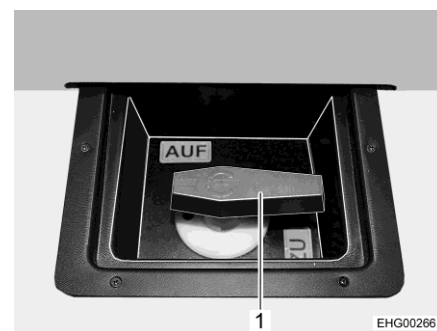

Bild 132 Manöverspak (avloppstank)
Avtappningskranen för avloppsvatten aktiveras med en manöverspak (Bild 132,1). Manöverspaken (Bild 132,1) för tömning av avloppsvattnet sitter i dubbelgolvet under en kåpa. Avloppsröret med anslutning för en avloppsslang återfinns under fordonet, på höger sida.
- Öppna avtappningskranen. Vrid för detta manöverspaken (Bild 132,1) till avtappningsventilen till läget "AUF" (öppen). Avloppsvattnet rinner ut.
- Stäng avtappningskranen när avloppsvattnet har tömts ut helt. Vrid för detta manöverspaken (Bild 132,1) till avtappningsventilen till läget "ZU" (stängd).